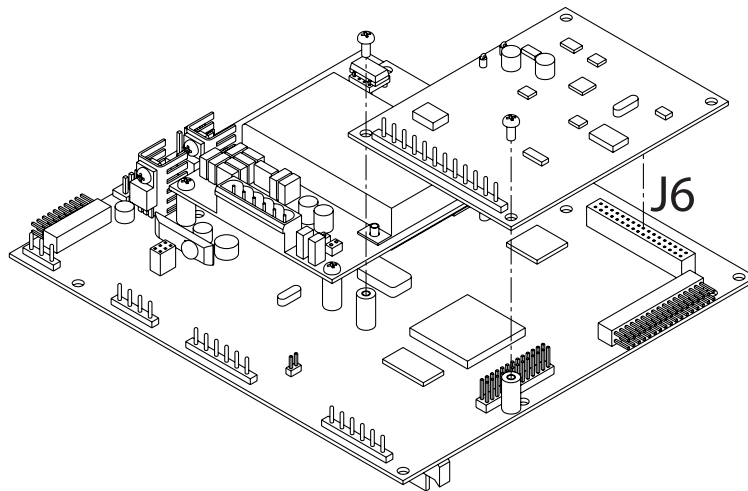

figure 1. Installation d'une carte optionnelle sur la carte mère du 920i
4. Utilisez les vis et les rondelles de blocage fournies dans le kit d'extension pour fixer l'autre extrémité de la carte d'extension aux entretoises filetées de la carte mère (voir figure 1).